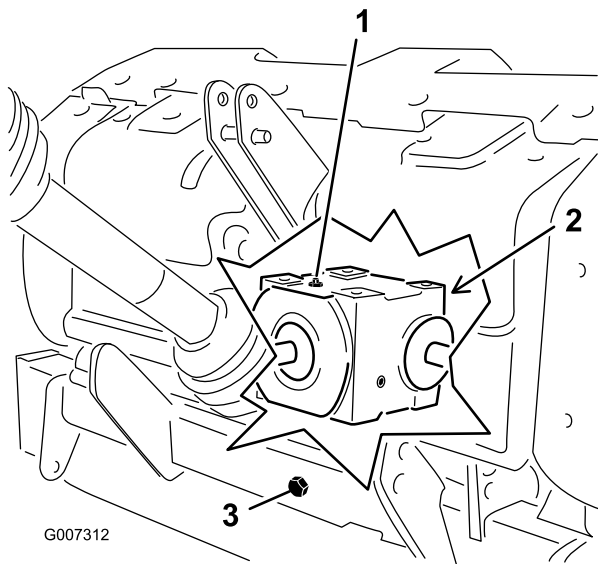

Figura 27
2. Remova o tampão de verificação da caixa de velocidades (Figura 27).
3. Certifique-se de que o nível se situa pela base do orifício do tampão de verificação na caixa de velocidades (Figura 27).
1. Limpe os detritos do tampão de enchimento e do tampão de escoamento para evitar contaminação (Figura 27).